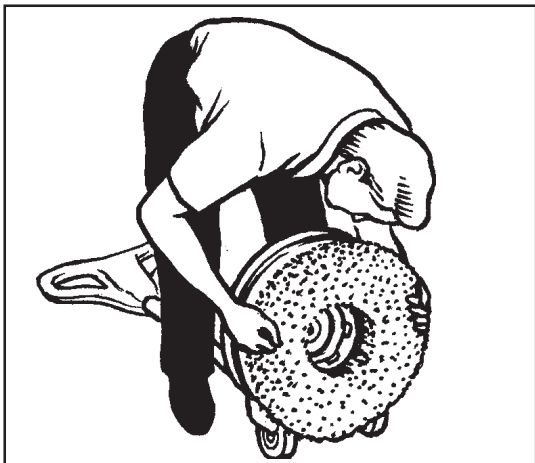

Figure 5
3. Tilt the machine backward until the handle is on the floor. See figure 5.
4. Put one foot on each side of the machine. See figure 5.
3. Vuelque la máquina hacia atrás hasta que la tobera toca el suelo. (Véase fig. 5).
4. “Cabalgando” sobre la máquina (Véase fig. 5)
3. Incliner la machine vers l'arrière jusqu'à ce que le timon touche le sol. (Voir fig.5)
4. En “chevauchant” la machine (Voir fig. 5)